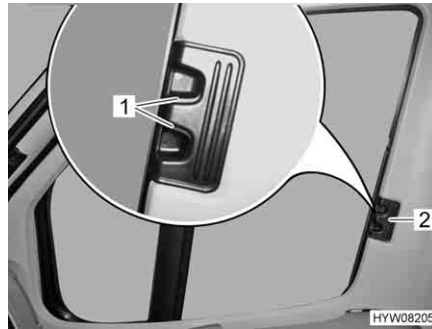

Fig. 17 Tendina oscurante pieghevole per il finestrino del conducente/passeggero
- Premere le maniglie di sbloccaggio (Fig. 17,1) e mantenerle premute.
- Con la levetta (Fig. 17,2) tirare le tendine oscuranti pieghevoli per il finestrino del guidatore e del passeggero verso l'altro lato della finestra e congiungerle alle strisce magnetiche.
- Inserire fino all'arresto le tendine oscuranti pieghevoli per il finestrino del guidatore e del passeggero per la maniglia (Fig. 17,2).
- Rilasciare le maniglie di sbloccaggio (Fig. 17,1) e mantenerle innestate.